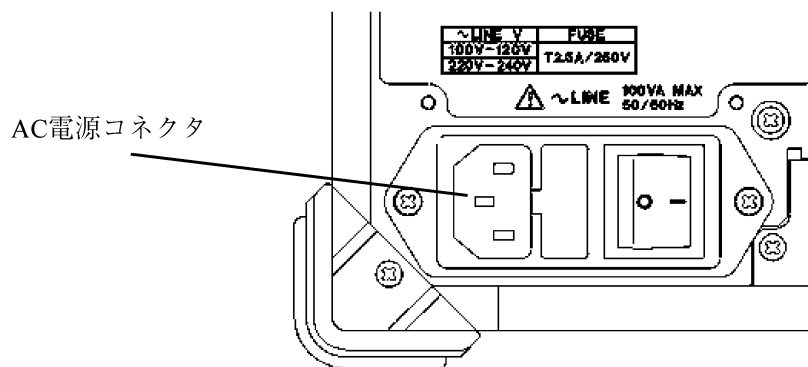

図 3-2 電源ケーブルの接続
2. 本器背面パネルの AC 電源コネクタと、保護接地端子を備えた3極電源コンセントを付属の電源ケーブルで接続します (図 3-2 を参照)。